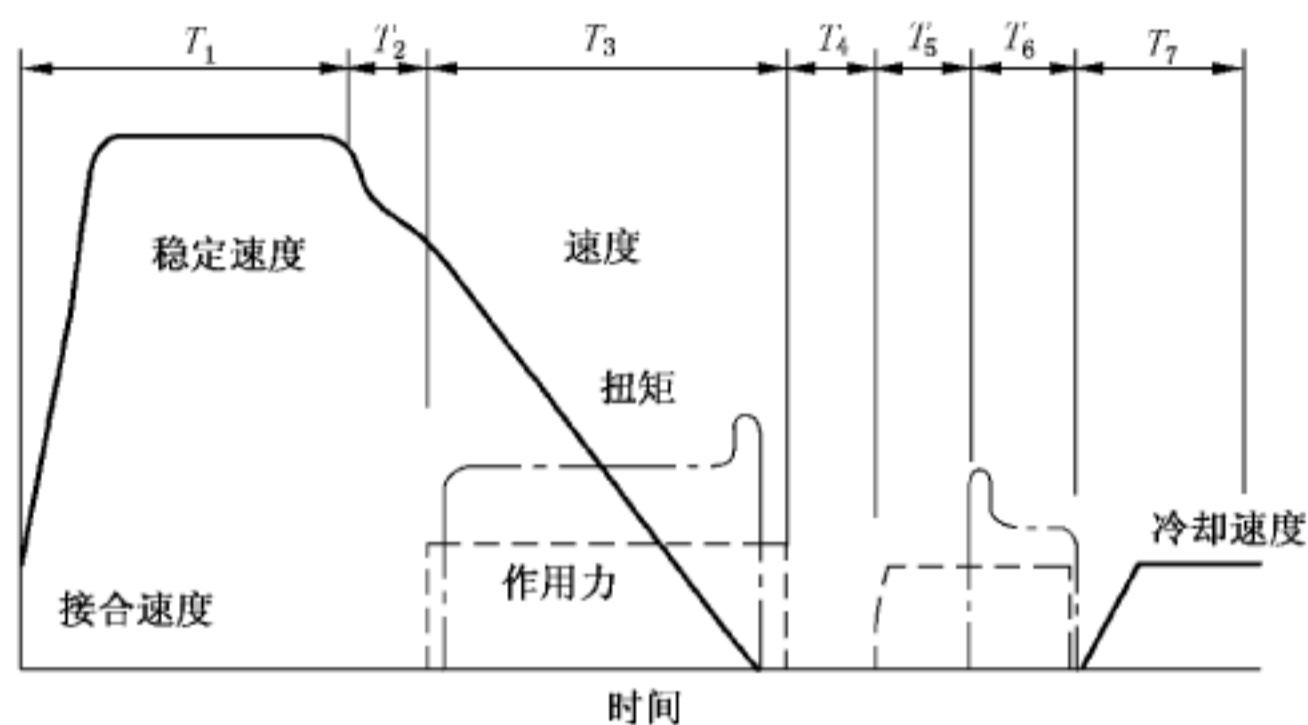

图 1 循环示意图
- 3.13 试验机能够保证连续运行 10 次~24 000 次循环或根据试验条件进行设定循环次数,也可根据摩擦系数达到稳定值所需的循环次数(见图 1)。